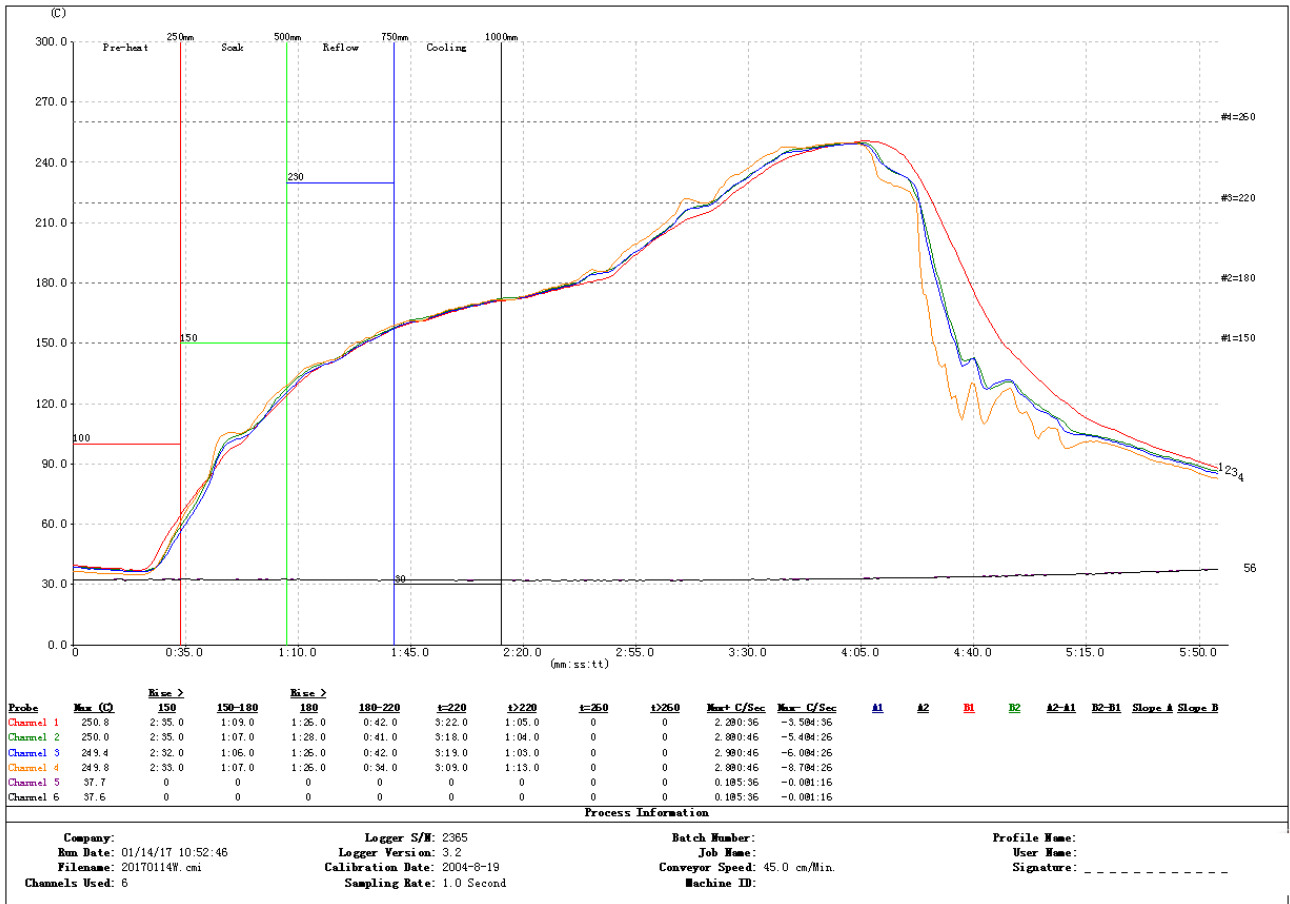

图 10 参考回流温度曲线
- 请根据回流焊曲线图进行 SMT 贴片，峰值温度 245℃，回流焊温度曲线如 5.5 节图 10 所示；